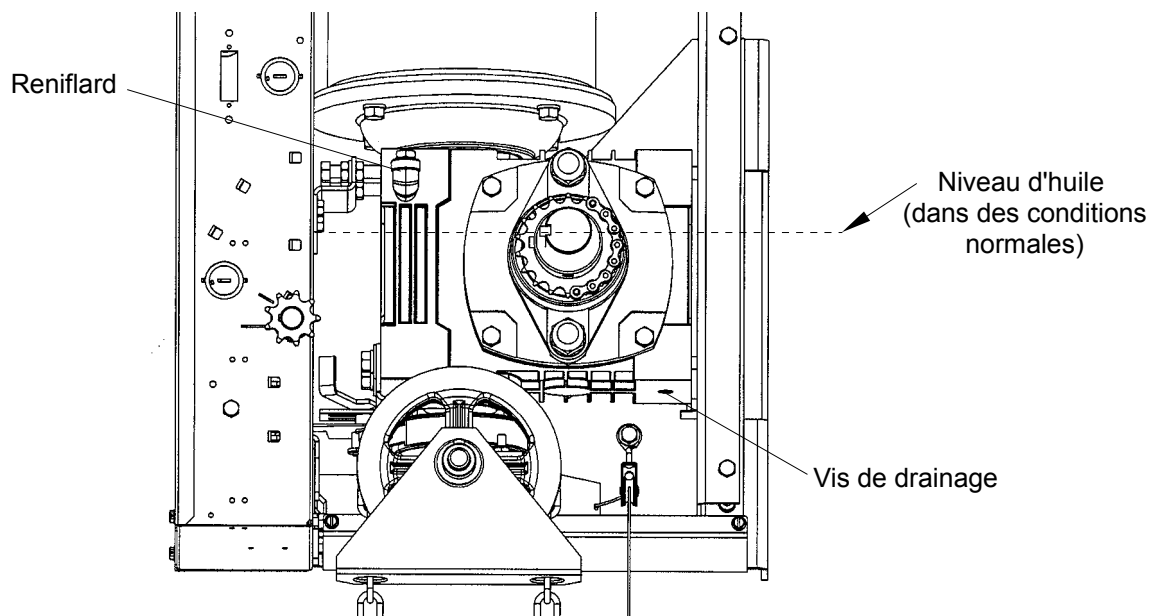

Figure 38 - Reniflard du réducteur
1. Dévisser et enlever le reniflard (coude du reniflard), voir la Figure 38.